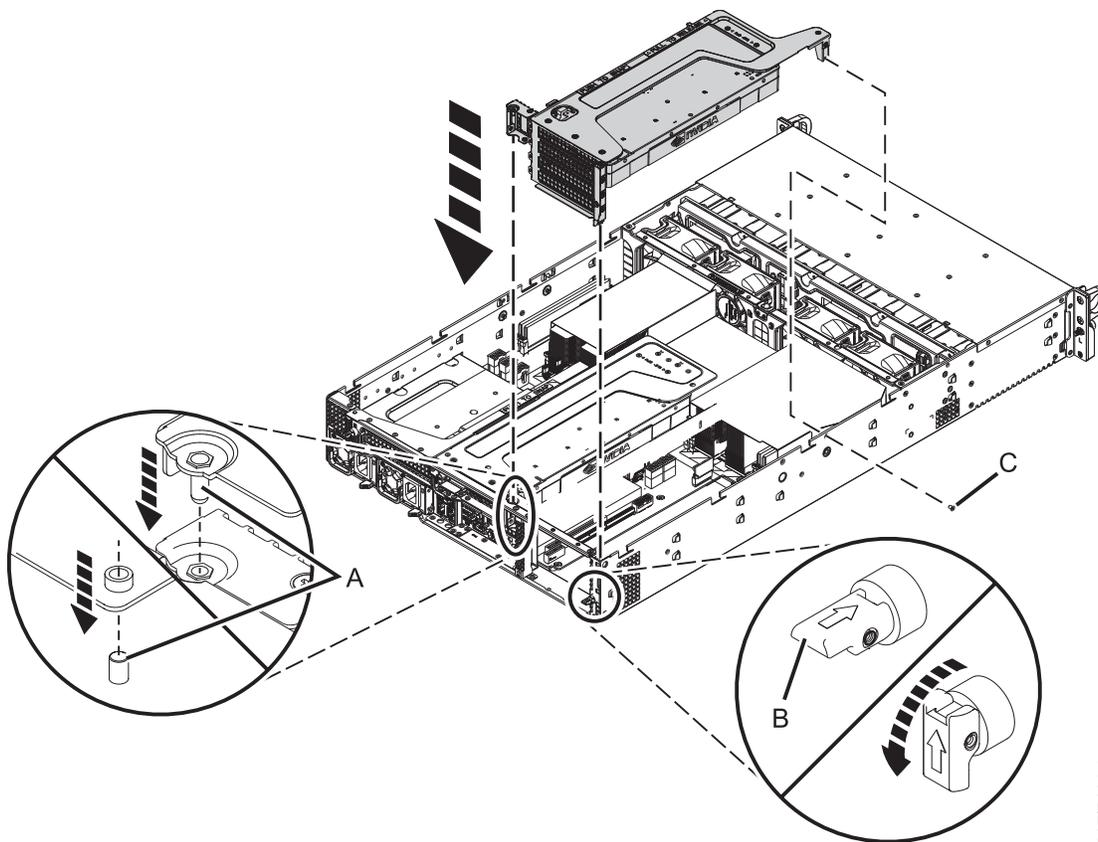

図 60. PCIe アダプター・ライザーの挿入
- e. PCIe ライザーを挿入します ( 56 ページの図 60 を参照)。
- 1) 保持ピン (B) を引っ込めて、矢印がシステムを指すようにします。
- 2) ライザーが正しく挿入されるように、スロットと位置合わせピン (A) を使用して、ライザーを挿入します。ライザーをシステム・バックプレーンにしっかり押し込みます。
- 3) 保持ピン (B) をセットして、ライザーを固定します。
- 4) システムの側面にねじ (C) を再取り付けします。